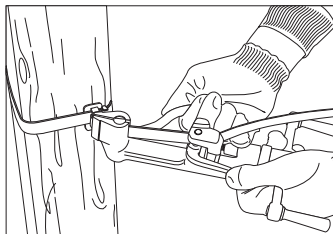

Рисунок 9
3.6 После натяжения ленты разворачиваем инструмент в сторону скрепы и при помощи встроенного ножа отрезаем оставшийся кусок ленты (рисунок 9).